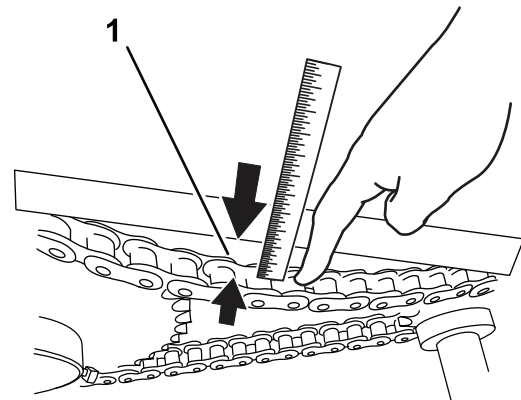

Figure 41
2. Placez une règle droite le long de la chaîne d'entraînement, entre les deux pignons (Figure 41).
3. Avec le doigt, exercez une pression de 6,8 kg (15 lb) sur la chaîne d'entraînement à mi-chemin entre les pignons (Figure 41).